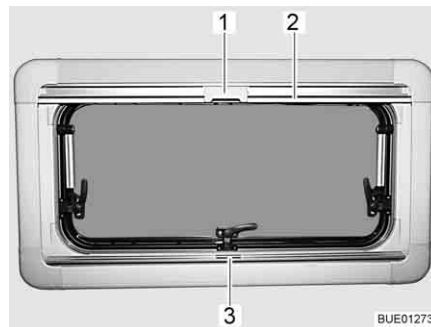

Fig. 101 Finestra apribile
- Afferrare la tendina oscurante pieghevole per la parte centrale della barra di presa (Fig. 101,3), tirarla dal basso verso l'alto e rilasciarla nella posizione desiderata. La tendina oscurante pieghevole rimane in questa posizione.
- Tirare la zanzariera a rullo accompagnandola con la barra di presa (Fig. 101,2) verso il basso, fino a quando la barra di presa non arriva a contatto con la tendina oscurante pieghevole (Fig. 101,3).
- Bloccare l'aggancio (Fig. 101,1) della zanzariera a rullo nella barra di presa della tendina oscurante pieghevole.
- Premere in alto all'indietro l'aggancio (Fig. 101,1) sulla zanzariera a rullo.
- Ricodurre lentamente la zanzariera a rullo accompagnandola con la barra di presa (Fig. 101,2).